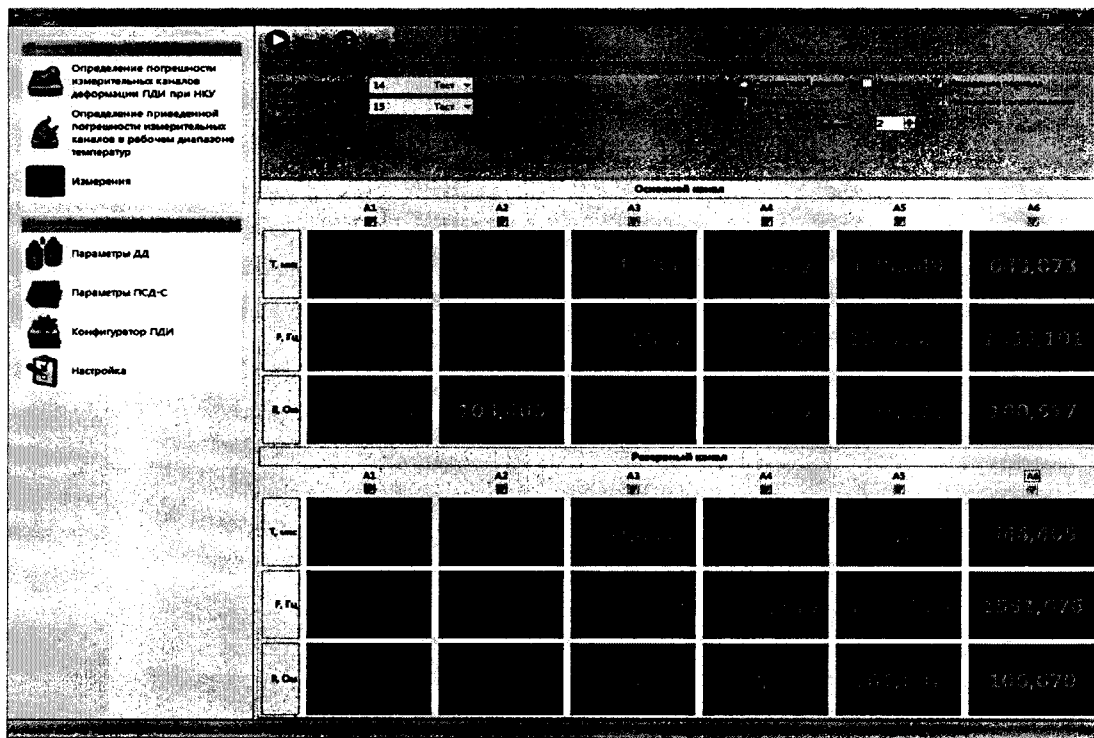

Рис. 28 – Задача «Измерения»
4.6.4 Нажать левой кнопкой мыши на кнопку , находящуюся на панели управления программой (рис. 2). В появившемся окне управления задачей «Измерения» необходимо указать параметры подключенного ПСД-С. Для этого в поле «Основной канал» и «Резервный канал» из выпадающего списка выбрать адрес ПСД-С, либо указать адрес вручную (рис. 28). Адреса каналов указаны на верхней крышке устройства ПСД-С после слов "Логические адреса" (чётный – основной канал, нечётный – резервный канал).
Для проверки правильности проделанных установок, нужно нажать на кнопку «Тест» «Основного канала», расположенную рядом с выбранным ранее адресом ПСД-С (рис. 28). Если установки проведены правильно, то на экране появится сообщение с адресом ПСД-С (рис. 29).
4.6.5 Перед началом проведения измерений на панели настройки следует поставить флажки на элементах выбора режима проверки (периодическое испытание, измерения периода, измерение сопротивления), выставить период опроса- 2 секунды в всплывающем окне, под номерами каналов (A1-A6), по которым будут производиться измерения в рабочей таблице (рис. 28). Количество каналов зависит от конфигурации ПДИ.
4.6.6 Произвести запуск измерений путем нажатия на кнопку «Старт» , расположенную на панели управления задачей "Измерения". Под номерами каналов (A1-A6) по которым будут производиться измерения в рабочей таблице (рис. 28) отобразятся значения: измеренного периода (Т, мкс) в микросекундах, измеренной частоты (F, Гц) в герцах, измеренного сопротивления (R, Ом) для основного и резервного каналов соответственно.
4.6.7 Зафиксировать (визуально) начальное значение частоты собственных колебаний струны ДД (F_{изм}) при ненагруженном состоянии ДД (рис. 28), после чего, создать преднатяжение струны на ДД путем подкручивания гайки М6 (поз. 1 рис. 27) на приспособлении АМЦ6.392.005. Преднатяжение должно составлять не более 30 Гц от зафиксированного начального значения частоты собственных колебаний струны ДД.
4.6.8 После проведения измерений нажать на кнопку «Стоп» , для остановки измерений (рис. 28).